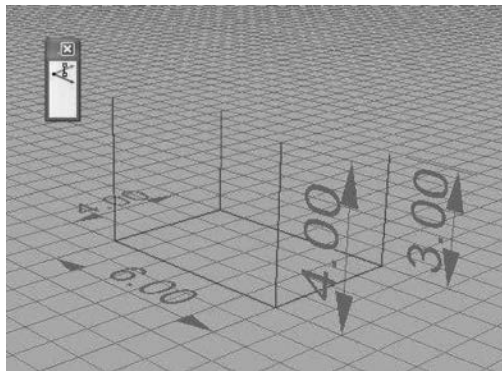

图 8-13 在透视图视窗绘制垂线
(2)切换到透视图,打开物件锁点选择端点,捕捉矩形顶点并使用绘制工作平面垂线工具绘制垂线,如图 8-13 所示。